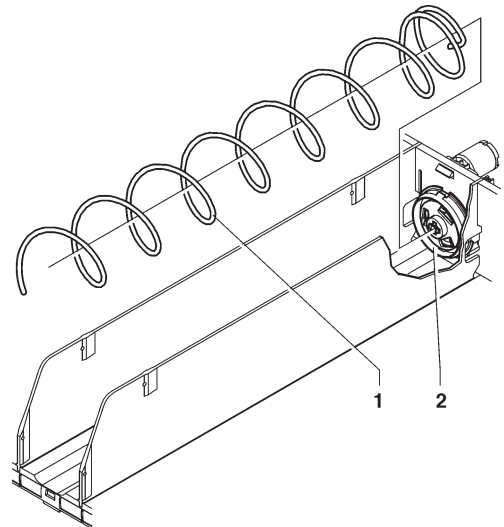

Abb. 26
- Alle Führungen (siehe Abb. 26) versetzen, außer den beiden unteren, die in der gleichen Position bleiben.